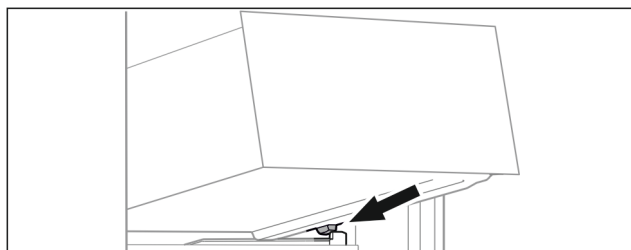

Fig. 64
- ▶ Sätt utdragslåda i vinkel på behållarens galler bakom de bakre stopplackarna. (se Fig. 64)